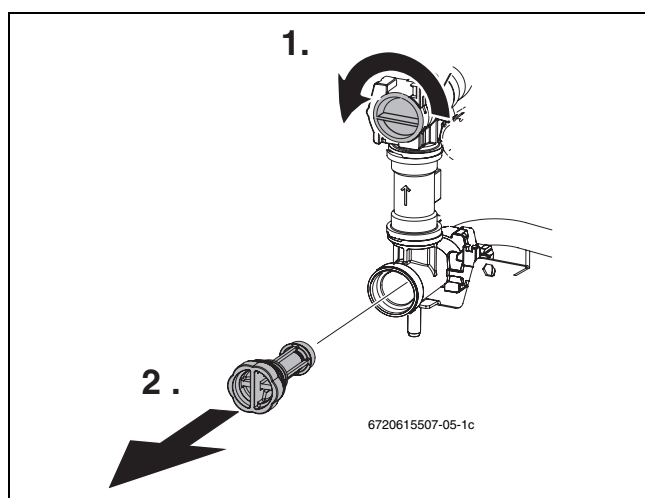

Fig. 49
- ▶ Contrôler l'encrassement du filtre à l'entrée eau froide sanitaire (→ fig 49).